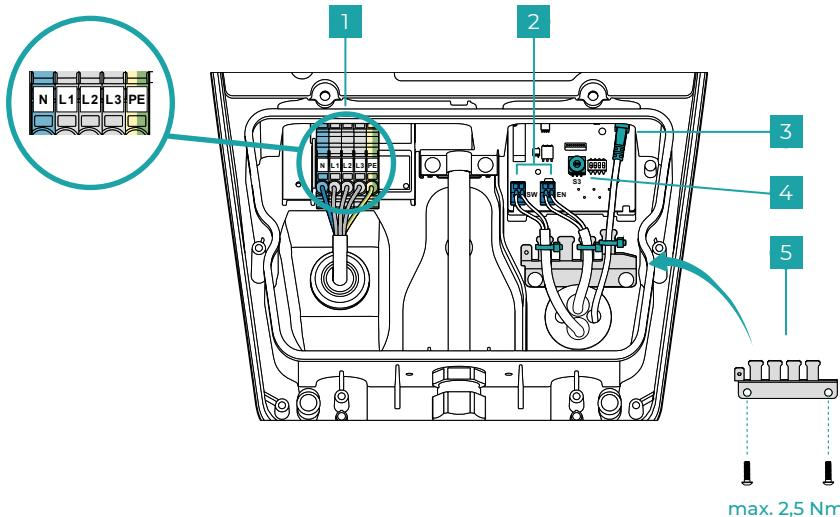

Fig. 6
Come optional è possibile collegare un dispositivo di blocco esterno (ad es. interruttore a chiave) all'interfaccia interna (fig. 6 - n. 2 - Interfaccia EN).
- Preparare il cavo di collegamento di rete adeguato ($\varnothing 10 - 20 \text{ mm} // \text{max. } 5*6 \text{ mm}^2$) e collegarlo come illustrato alla **fig. 6 - n. 1**. In figura, il collegamento di rete viene rappresentato come trifase. Per effettuare un collegamento monofase utilizzare N, L1 e PE.
- Configurare la corrente di carica massima da 6 A a 16 A mediante l'interruttore a rotazione S3, come illustrato alla **fig. 6 - n. 4**.
- Optional: Preparare le linee dati (Digital-In (EN) / Out (SW) e LAN) e collegarle come illustrato alla **fig. 6 - n. 2 e 3**. Per il collegamento di un dispositivo di blocco esterno tramite Digital-IN, rimuovere prima i ponticelli dei cavi.
Come illustrato alla **fig. 6 - n. 5** applicare la protezione antistrappo e fissare le linee dati con le fascette serra-cavo. Come illustrato alla **fig. 7** montare la copertura inferiore del sistema di carica.